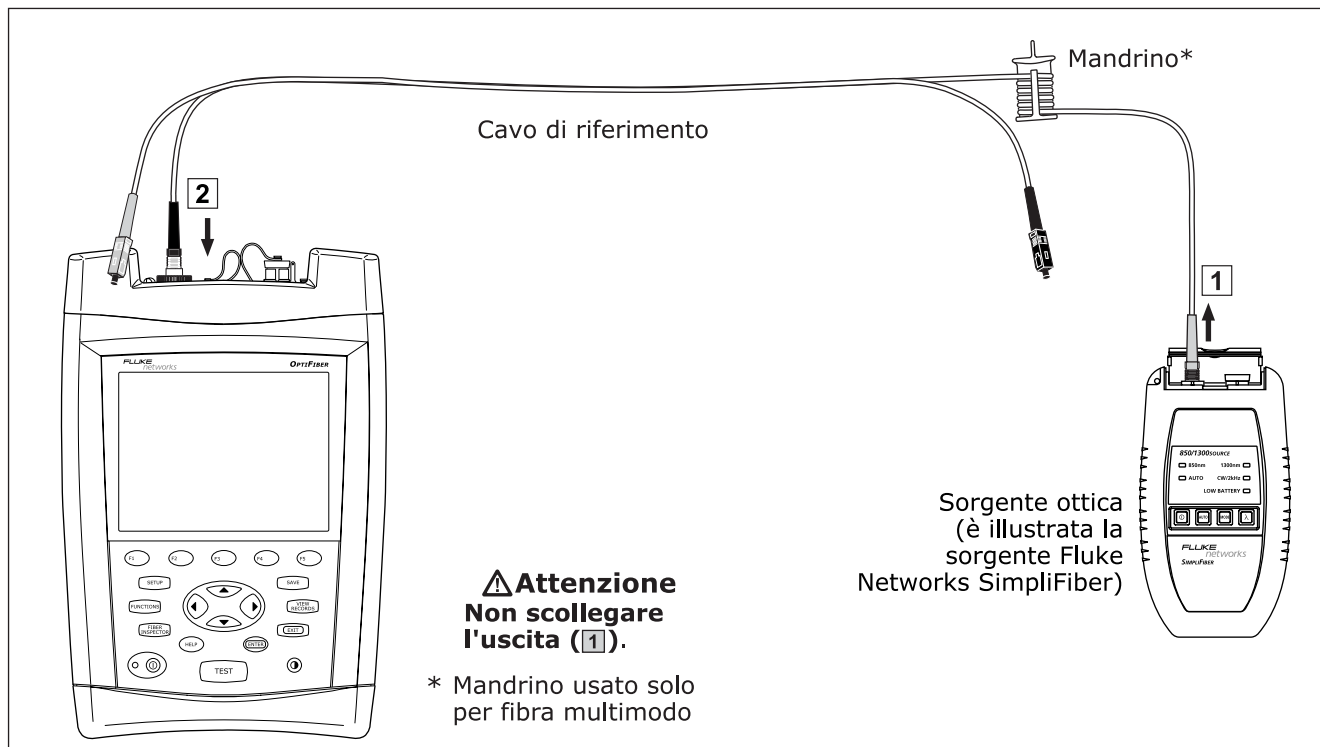

Figura 31. Connessioni per il riferimento in modalità Sorgente Far-End
- 7 Premere **FUNCTIONS** e poi selezionare **Imposta riferimento Attenuazione/Lunghezza**. Collegare i cavi di riferimento come mostrato sullo schermo e nella figura 31; quindi premere **ENTER**.